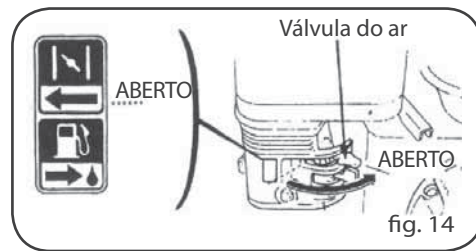

fig. 14
9. Pré-aquecer o motor e posicionar a alavanca do ar na posição "ABERTO" (Fig.14).